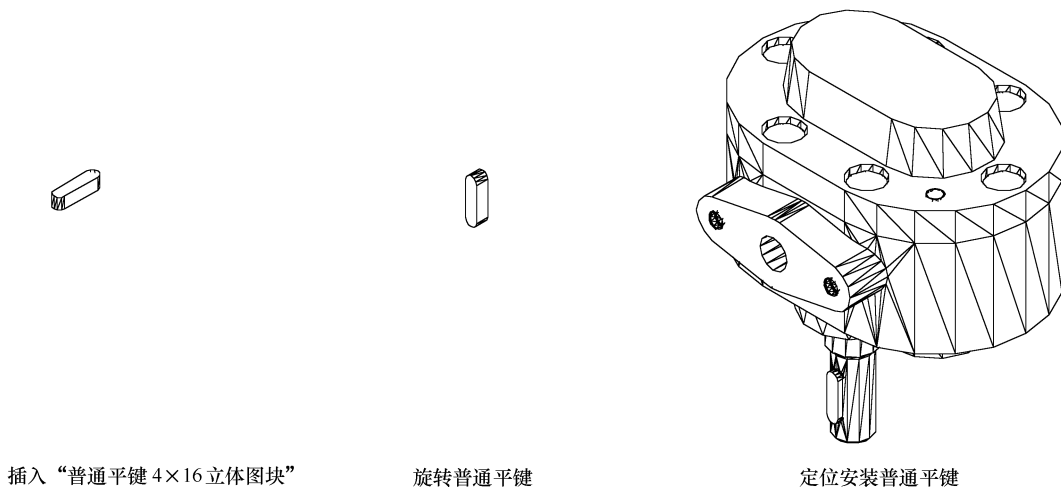

图 13-58 安装普通平键 4 × 16
Step 7 插入“普通平键 4 × 16 立体图块”，并定位安装：继续执行插入块操作，插入“普通平键 4 × 16 立体图块”。调整 UCS，调用“旋转”命令，调整普通平键方位。调用“移动”命令，定位安装普通平键。安装普通平键 4 × 16，如图 13-58 所示。